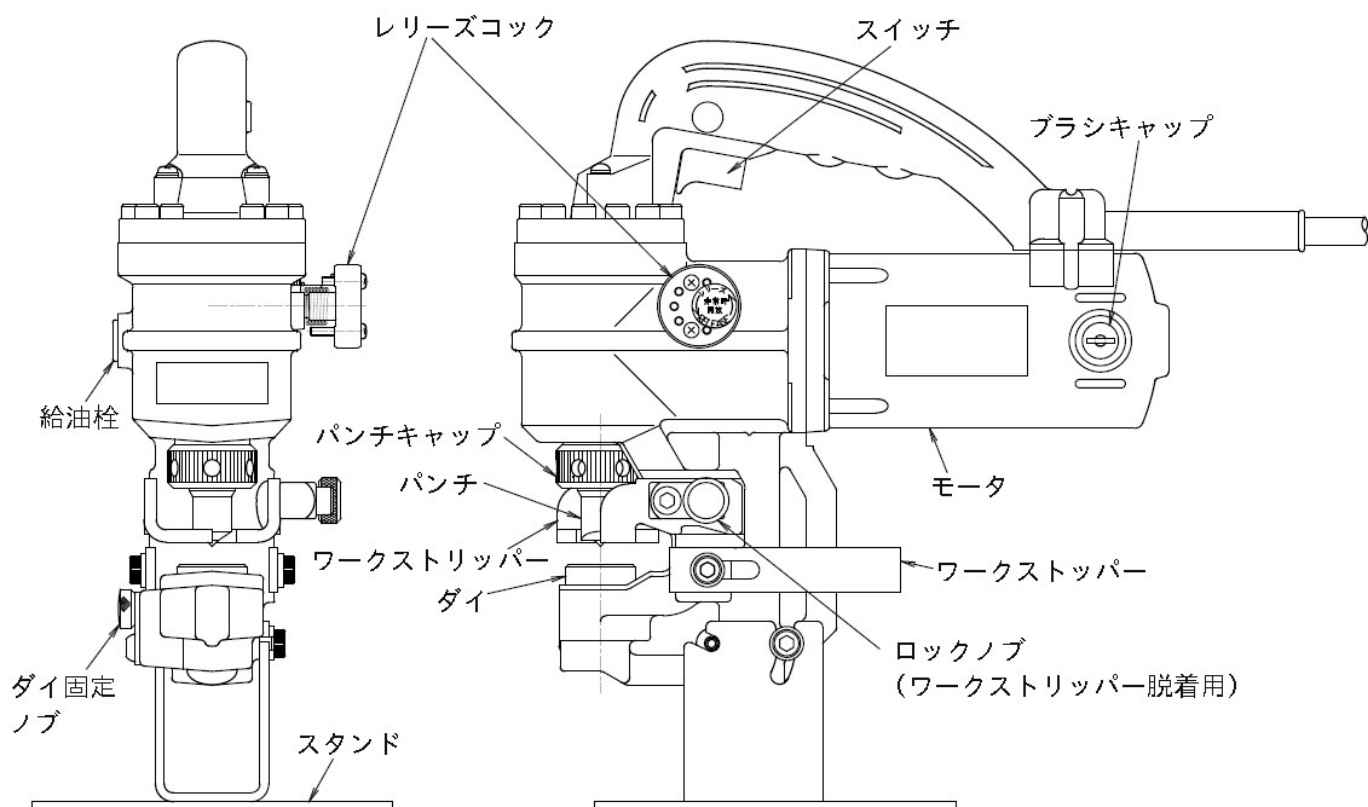
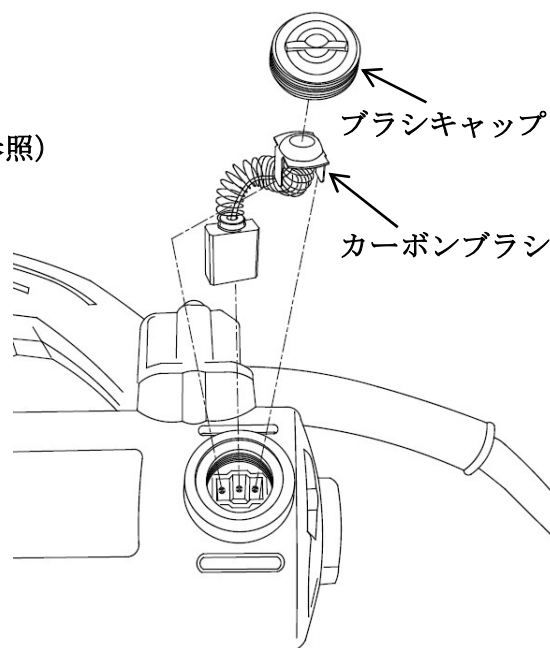

図 C-1 各部の名称
図 F-1
- 1) 降下途中で停止したパンチをリターンさせたい場合は、レリーズコックを反時計回りに止まるまで回します。パンチが必要な任意の位置まで上昇したら、レリーズコックを素早く時計方向へやや強く締め切ります。（図 C-1 参照）
- 1) 給油栓が水平に上向く様、本体を置きます。(図 C-1 参照)
(2) ブラシの交換 (図 C-1、図 F-1 参照)